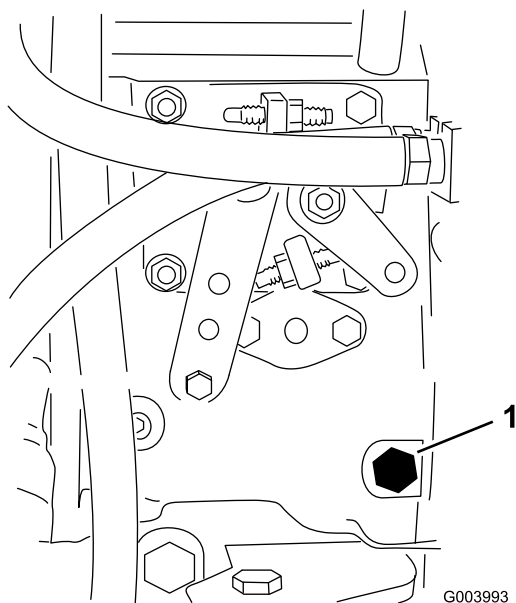

Figura 21
3. Desaperte o parafuso de drenagem que se encontra na bomba de injeção de combustível (Figura 21) com uma chave de 12 mm.